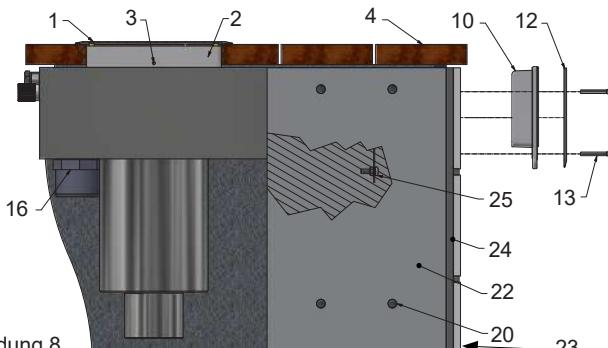

Abbildung 8
8. Die Klappe (17) anbringen und auf korrekten Sitz und Beweglichkeit prüfen.
9. Den Befestigungsrahmen (10) und die Vorderseite (12) mit den mitgelieferten Schrauben (4 Stück M5x40) anbringen, siehe Abbildung 8.
12. Das Abflussrohr (14) mit geeignetem PVC-Kleber in die Muffe (15) kleben und mit beiliegender Dichtung und Nippel (16) in der Überlaufeinrichtung montieren. Die Rohrverbindungsstücke mit der Überlaufeinrichtung verbinden.